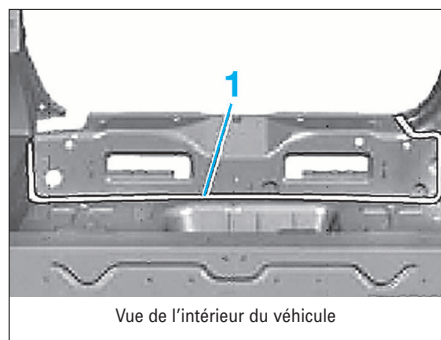

FIG. 28
- Dépointer la doublure dans la zone (1) (Fig.28).
• Suivant les dommages, une ou deux pièces (2) sera(ont) réutilisée(s).
- Souder la doublure dans la zone (1) (Fig.28).